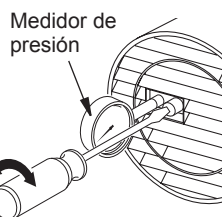

Figura 12 - Ajuste de la presión de la bomba (usando medidor de presión externos)
5. Ajuste la presión. Gire la válvula de escape hacia la derecha para incrementar la presión. Gire la válvula de escape hacia la izquierda para disminuir la presión. Consulte las especificaciones de presión correcta para cada modelo (consulte la figura 12). **NO APRIETE TORNILLO DE AJUSTE.** Servicio bomba si la presión no se puede ajustar a la configuración adecuada (véase la figura 12).
te las especificaciones de presión correcta para cada modelo (consulte la figura 12, página 41). **NO APRIETE TORNILLO DE AJUSTE.** Servicio bomba si la presión no se puede ajustar a la configuración adecuada (véase la figura 12, página 41).